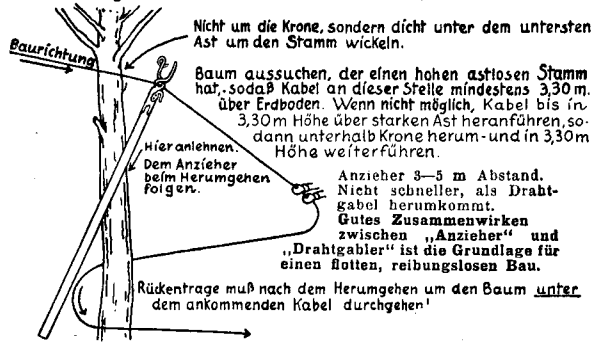
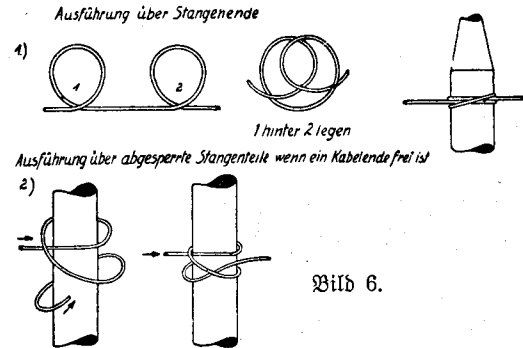

Bild 3. Umwickeln des Kabels um einen Stamm.
Bild 6.
Umwickeln eines Baumstammes oder eines Aststumpfes zeigen Bild 3 und 4.
Das Kabel wird um jede Stange ähnlich nach Bild 3 herumgeführt.
a- und b-Leitungen werden mit etwa 30—50 cm Abstand glatt auf dem Erdboden verlegt. Die Leitung ist ohne Spannung zu führen, damit sich das Kabel den Unebenheiten des Bodens anschmiegen kann. Von Zeit zu Zeit ist das Kabel an eingeschlagenen Pfählen, Strauchwerk usw. unmittelbar über dem Erdboden mit Mastwurf (s. Bild 6) abzubinden. Zwischen den Festpunkten ist das Kabel etwa alle 100 m zu beschweren. Zum Schutz gegen Störungen empfiehlt sich Verlegung in trockenen Gräben, Ackerfurchen usw.
g) Telegraphen- oder Fernsprechleitungen sind an einer Telegraphenstange zu kreuzen. Das Kabel ist um die Stange herumzulegen (Bild 3) oder mit Mastwurf abzuspannen (Bild 6) oder an Isolierrollchen zu befestigen.